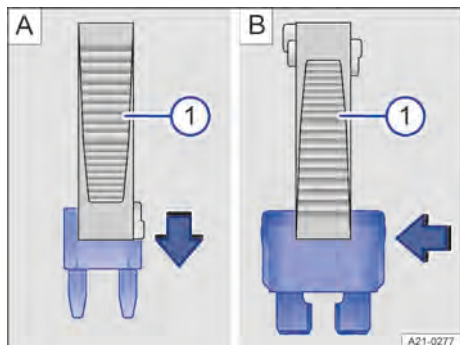

Fig. 170 Puxar o fusível para fora ou inserir (representação esquemática).
① Pinça de plástico.
1. Se necessário, retirar a pinça de plástico → Fig. 170 ① da cobertura da caixa de fusíveis.
2. No caso de *fusíveis pequenos*, posicionar a pinça de plástico ① por cima → Fig. 170 A ou, no caso de *fusíveis maiores*, empurrar a pinça de plástico ① pela lateral sobre o fusível → Fig. 170 B.
4. Caso o fusível esteja queimado, substituir o fusível por um novo da *mesma* intensidade (mesma cor e inscrição) e do *mesmo* tamanho → ①.